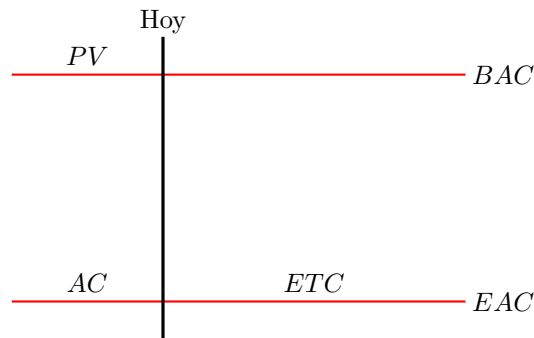

Figura 6.8: Principales elementos del análisis de valor ganado
- *Análisis del valor ganado:* Integra medidas de alcance, coste y tiempo para facilitar la evaluación del progreso del proyecto. Desarrolla y monitoriza las tres dimensiones para paquetes de trabajo o cuentas de control. Los principales elementos para hacer el análisis del valor ganado son (ver Figura 6.8):